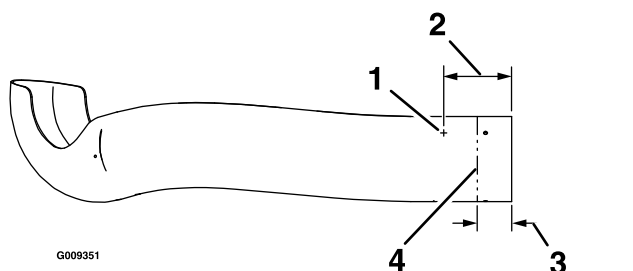

Figura 49
- A. Individuate i 3 fori nel tubo superiore. Misurate 152 mm a partire dall'estremità del tubo e segnate la posizione in tutte e 3 le zone (Figura 49).